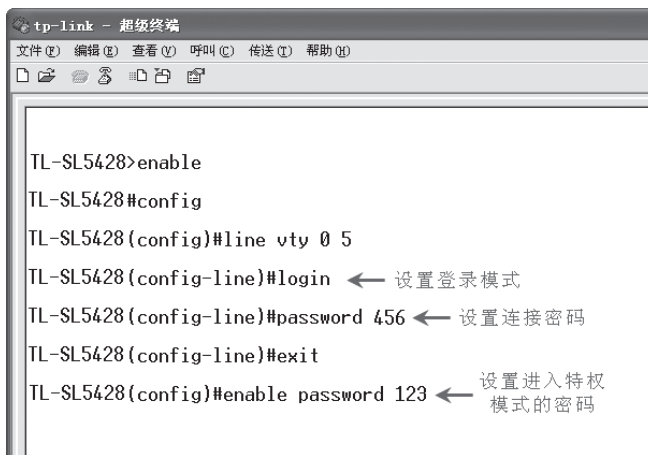

图4-10 配置Login模式
1. 如图4-10所示，首先在终端仿真程序中将Telnet登录模式配置为“login”，并将连接密码设置为“456”、进入特权模式的密码设置为“123”；